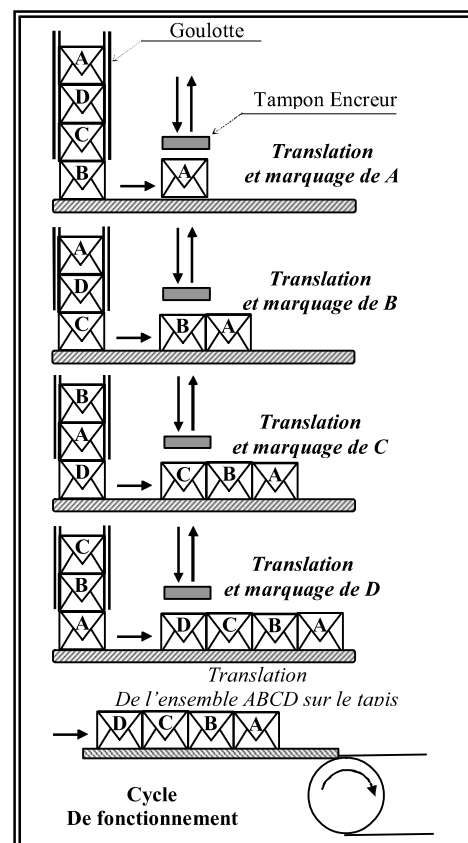

Figure 1
- L'autorisation du cycle défini par la figure 1, ci-contre ;